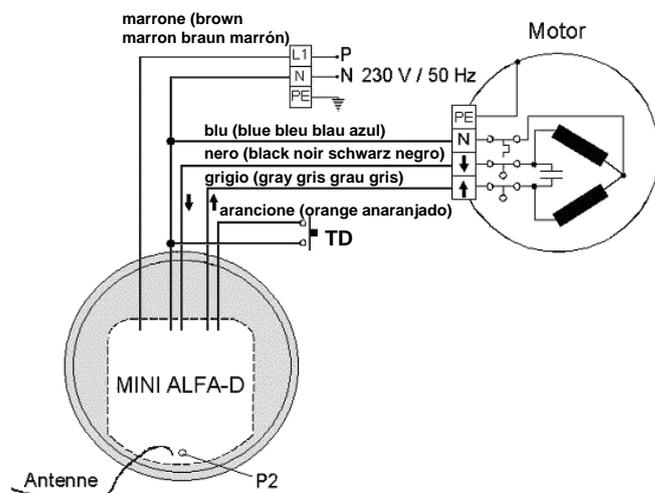

Fig. 4
- Connexion via câble d'un boîtier de commande dynamique.(voir fig.4)